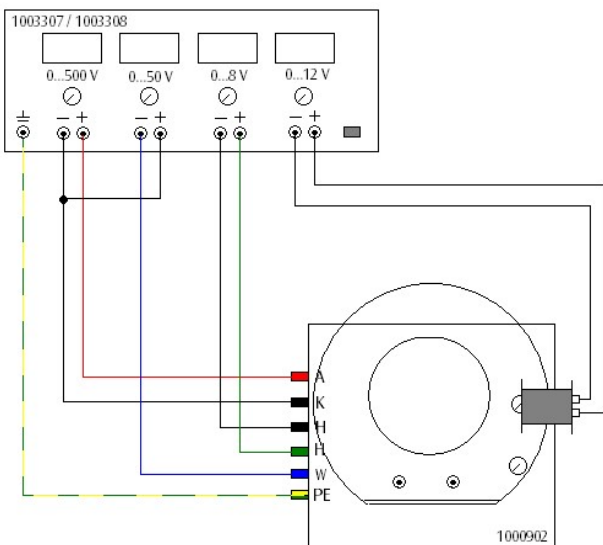

Fig. 5 Déviatation magnétique du faisceau électronique.
- Fixez une bobine sur le côté droit de l'anneau métallique comme dans la fig. 5.
- Procédez au câblage comme le montre la fig. 5.